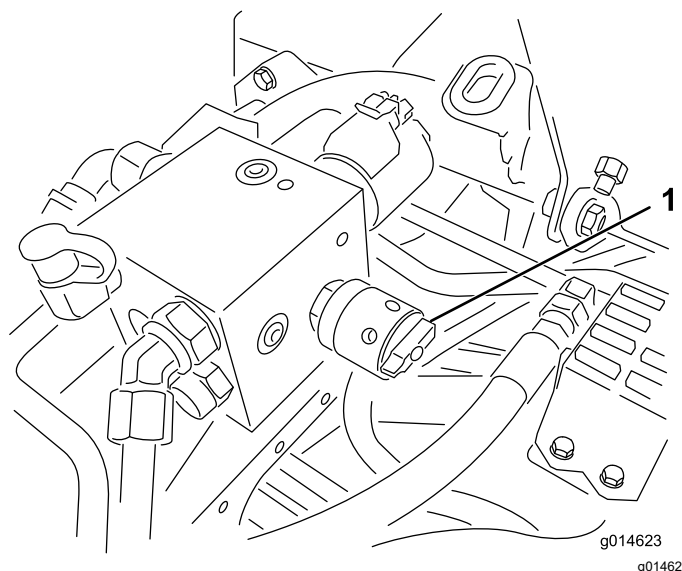

Figura 54
6. Gire el control de velocidad del molinete a la posición 1 (Figura 54).
4. Ajuste la velocidad de los molinetes girando el pomo (Figura 54) hasta que las flechas estén alineadas con el número determinado en el paso 3.